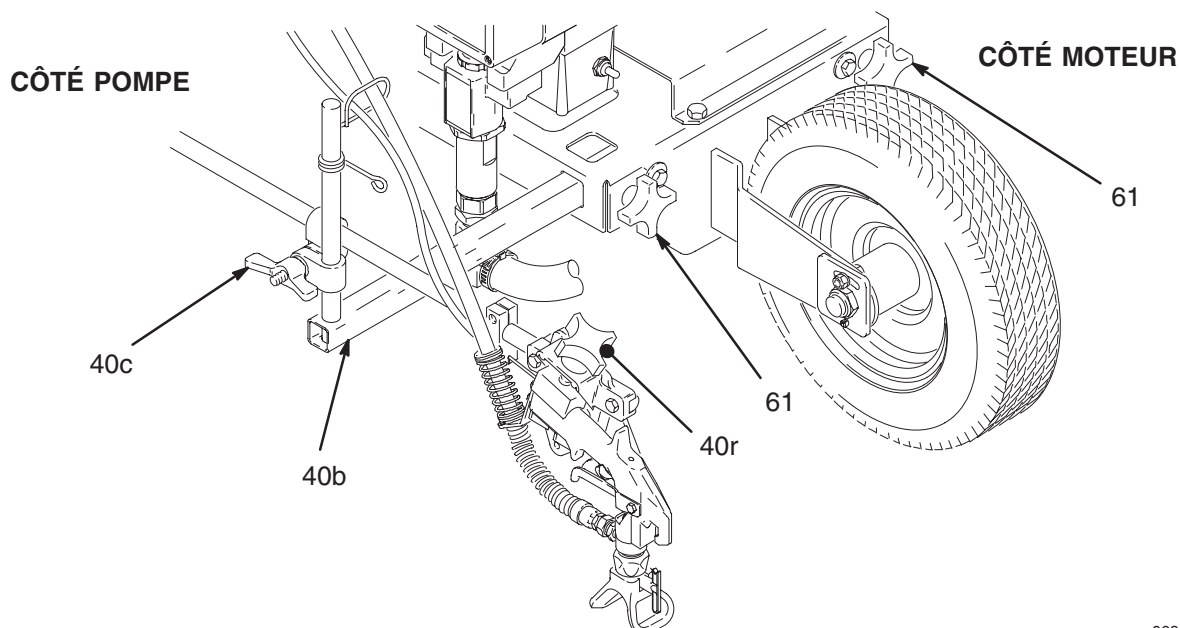

Fig. 4
2. Veiller à ce que la protection de buse RAC IV soit toujours parallèle au sol et à ce que les "ailettes" de la protection soient orientées vers l'avant et vers l'arrière de l'unité, ainsi qu'illustré à la figure 4.